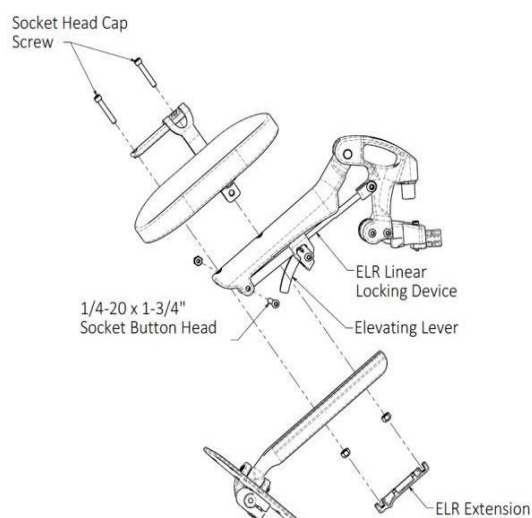

Fig. 5 Höjjustering av höjbart benstöd/fotsstöd.
1. Lossa och ta bort insexskruven (med halvrunt huvud) som håller fast den linjära låsanordningen på det höjbara benstödet (fig. 5).